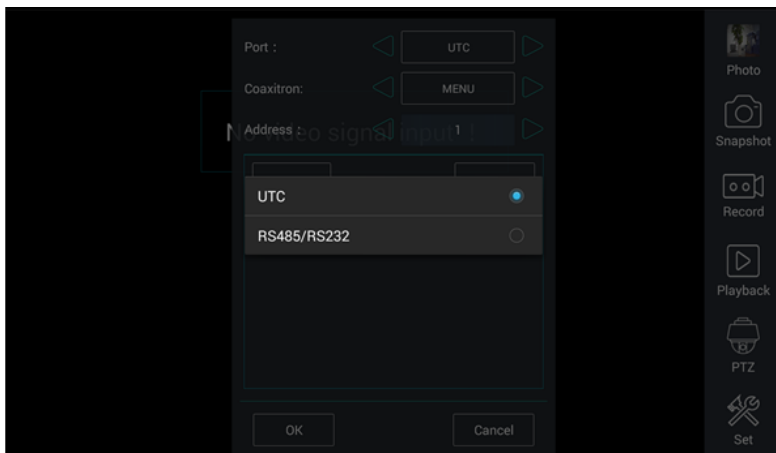

Рис. 109 Выбор UTC для управления PTZ камерой
- 2) Выберите в настройках PTZ порт (Port) – UTC – управление по коаксиальному кабелю (рис. 109) Значение MENU – вызывает OSD меню самой видеокамеры;